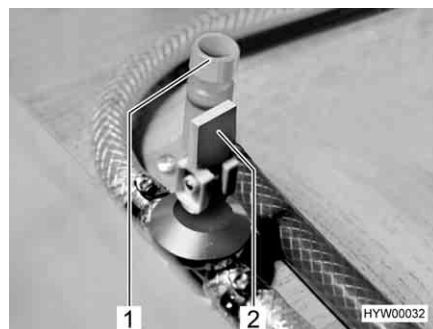

Bild 179 Ablasshähne
- Ablasshähne schließen. Dazu die Kappe (Bild 179,1) im Uhrzeigersinn drehen und den Kippschalter (Bild 179,2) waagrecht stellen.
- Ablasshahn (Bild 179) öffnen. Dazu den Kipphebel (Bild 179,2) senkrecht stellen.